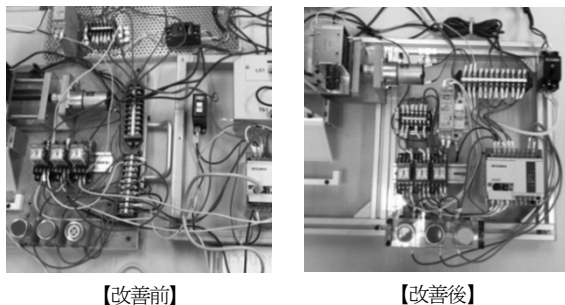

図 6-1 配線の整理
当初は中間発表の前に決定した配置通りに配線する予定であったが、実際に配線した結果複雑になってしまった(図 6-1-左)。また、前述の 3 表 3-2-③の仕様に従い制御部を含める形にする必要があったため、盤のサイズや各部の配置を再検討した。
これにより制御部と小型自動販売機を同じ盤にまとめる事ができ、わかりやすい配線となった(図 6-1-右)。